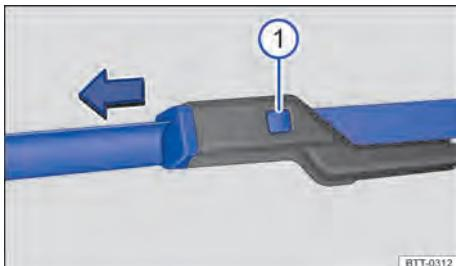

Fig. 126 Substituir as palhetas dos limpadores do para-brisa.
- Manter o botão de destravamento → Fig. 126 ① pressionado e, ao mesmo tempo, retirar a palheta do limpador do para-brisa no sentido da seta.